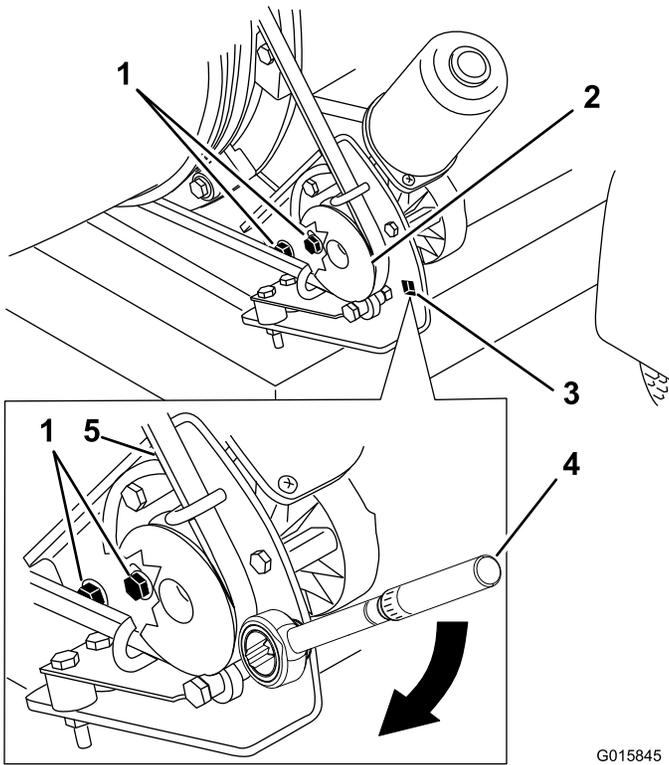

Figura 32
1. Allentate i bulloni che fissano la staffa di supporto della puleggia al telaio del soffiatore (Figura 32).
2. Posizionate una chiave torsiometrica nella staffa di supporto della puleggia (Figura 32).
3. Girate la staffa di supporto della puleggia allontanandola dall'ugello del soffiatore finché la chiave torsiometrica non registra un valore tra 22,6 e 26,0 N·m (Figura 32).